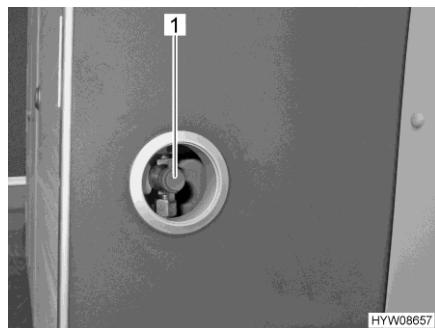

Fig. 46 Presa gas per utenze esterne
La presa gas per utenze esterne (Fig. 46,1) si trova sotto il lavandino, sulla parete posteriore del piano di lavoro destro.
- Collegare l'utenza esterna all'attacco (Fig. 46,1).